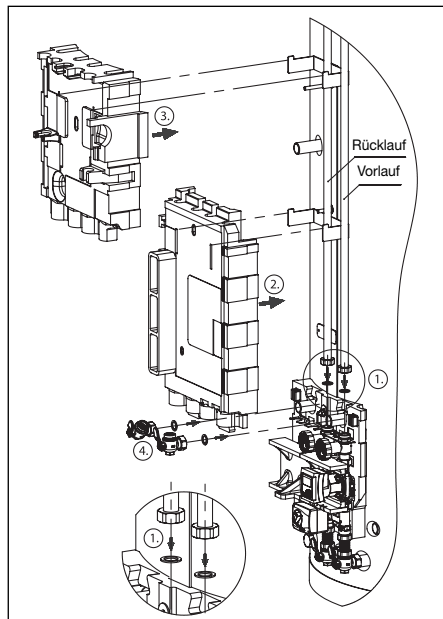

Abb. 11 Montage Wärmedämmungen
- Die Heizkreisgruppe über den Speicher hinaus verrohren (Abb. 11 Punkt 1), bzw. Anschlussset Art. - Nr. 138 35 80 und für den optionalen zweiten Heizkreis Art.-Nr. 138 35 81 nutzen.